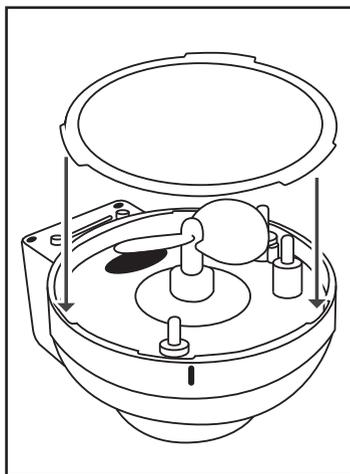

Fig. 6
- Frote la pieza de plástico de la unidad motriz **A** con un paño húmedo. En caso de suciedad incrustada, añada al paño un poco de jabón lavavajillas suave. Utilice el pincel de limpieza **B** suministrado para las esquinas de difícil acceso. Elimine los restos de jabón lavavajillas con un paño humedecido solo con agua. Asegúrese de que el anillo hermético quede correctamente montado en la pieza de plástico de la unidad motriz **A** (consulte la fig. 6).